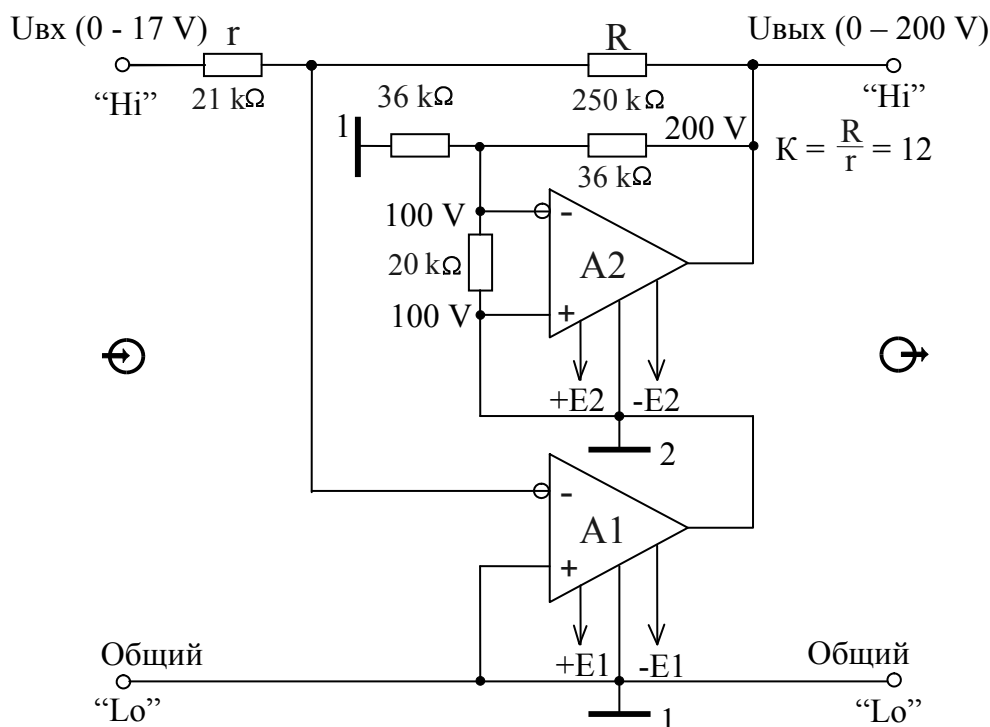

Рисунок 5.7 – Формирование предела «200V»
5.1 Формирование предела «200V» приведено на упрощенной схеме усилителя предела 200 V, рисунок 5.7.
Известные проблемы реализации высоковольтных усилителей обусловлены ограничениями элементной базы (по предельно допустимым напряжениям и мощности). Используемое в приборе решение позволяет значительно смягчить эти проблемы. Так в схеме усилителя 200V (рисунок 5.7) задача получения напряжения 200 V (постоянного и переменного тока) решается двумя каскадами, каждый из которых способен развивать напряжение 100 V. Каждый из усилителей имеет биполярный источник питания E1 и E2 соответственно, а особенность их соединения заключается в том, что выход первого из них подключен к общей точке источника питания второго усилителя ($\frac{-E_2}{2}$), гальванически связанной с его неинвертирующим входом. При таком включении потенциал общей точки второго усилителя ($\frac{-E_2}{2}$) оказывается “поднятым” относительно общей точки ($\frac{-E_1}{2}$) на уровень выходного напряжения усилителя A1, он удваивается, создавая итоговое напряжение на выходе равное $U_{\text{вых}} = U_{\text{вх}} \cdot R / r$ (разделив пополам итоговую “энергетику” на каждый из двух каскадов).